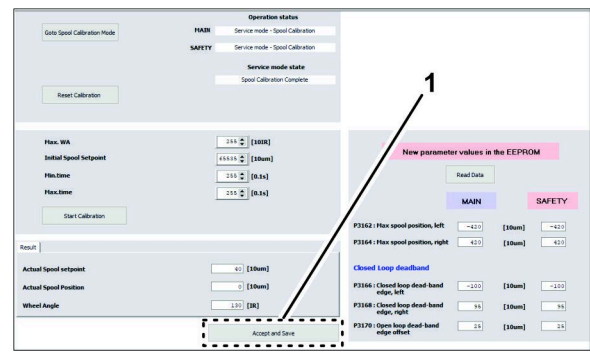

Figura 154
5. Na parte inferior do ecrã de calibração do carretel, clique no ícone ACCEPT AND SAVE (Figura 154).